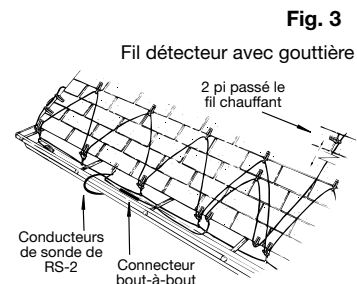

Fig. 3
2. Acheminer le connecteur bout-à-bout et le fil détecteur dans le fond de la gouttière, à deux pouces du câble de dégivrage de toit. Acheminer le fil détecteur au-dessus d'au moins une sangle de support de gouttière ou le clouer afin de percevoir toute la profondeur de la gouttière, ensuite l'acheminer le long d'une ondulation triangulaire du câble chauffant sur le toit selon le schéma. Au sommet du deuxième triangle, fixer le fil détecteur sur le toit, au moins deux pieds (60.96 cm) après le filament de chauffage, comme indiqué. Utiliser les pinces fournies pour fixer le fil détecteur sur le toit. Appuyer doucement le bout enduit de la pince autour du fil détecteur. *Voir Fig. 3.*